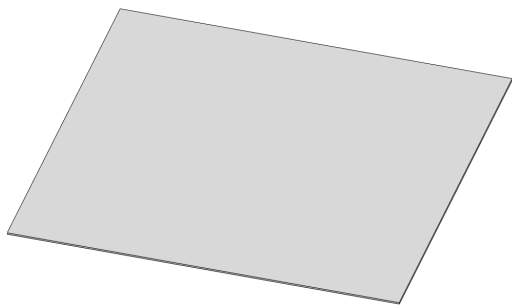

图 13-23 创建基体法兰特征
(3) 退出草图绘制环境，弹出【基体法兰】属性管理器，设置【厚度】为 0.5，单击【确定】按钮，创建基体法兰特征，如图 13-23 所示。